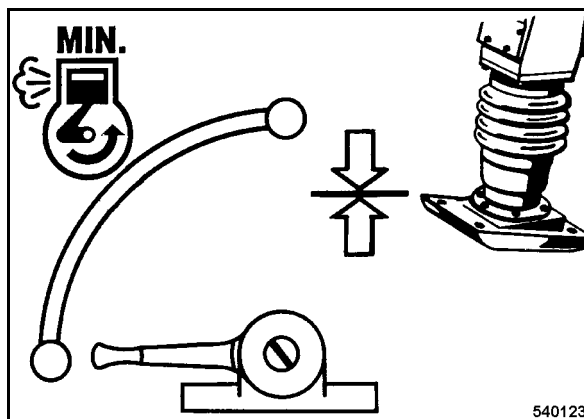

рис. 20
- В случае кратковременных перерывов в работе всегда устанавливать рычаг управления частотой вращения в положение "MIN" (рис. 20).